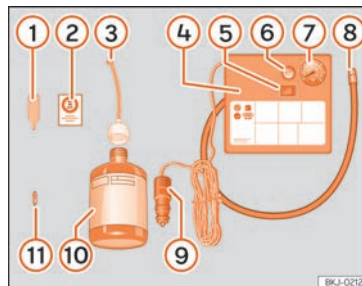

Fig. 65 Représentation standard : contenu du kit anticrevaison.
- Dévissez le capuchon et l'obus de la valve du pneu. Utilisez l'appareil » » fig. 65 ① pour extraire l'obus. Placez-le sur une surface propre.
- Agitez fortement la bouteille de produit de colmatage des pneus » » fig. 65 ⑩.
- Vissez le tuyau de gonflage » » fig. 65 ③ sur la bouteille de produit de colmatage. Le
- Retirez le bouchon du tuyau de remplissage » fig. 65 ③, puis vissez l'extrémité ouverte du tuyau sur la valve du pneu.
- Placez de nouveau l'obus de valve sur la valve du pneu avec l'outil » fig. 65 ①.
- Vissez le tuyau de gonflage du pneu du compresseur » fig. 65 ⑧ sur la valve du pneu.
- Vérifiez si la vis d'évacuation d'air est serrée » fig. 65 ⑥.
- Branchez le connecteur » fig. 65 ⑨ à une prise de courant de 12 volts du véhicule » page 193.
- Raccordez le compresseur d'air au commutateur ON/OFF » fig. 65 ⑤.
- Collez l'autocollant » fig. 65 ② sur le tableau de bord, dans le champ de vision du conducteur.